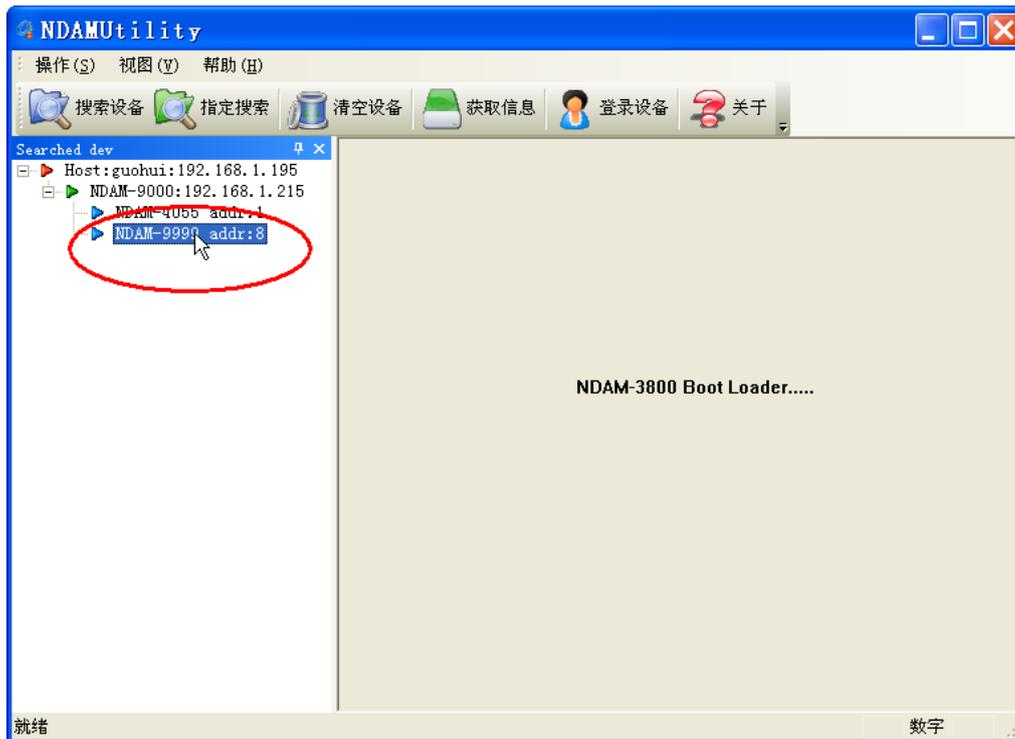

图 3.10 选中设备
- 2) 搜索并登陆设备，选中“NDAM-9999 addr: 8”，如图 3.10 所示；